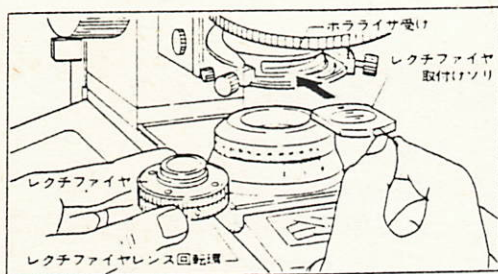

図20
- 9) レクチファイヤ取付けソリを、白丸印を上にして、コンデンサのポライザ受けに差し込み、これにレクチファイヤをコンデンサキャリアの下からねじ込みます。(図20)